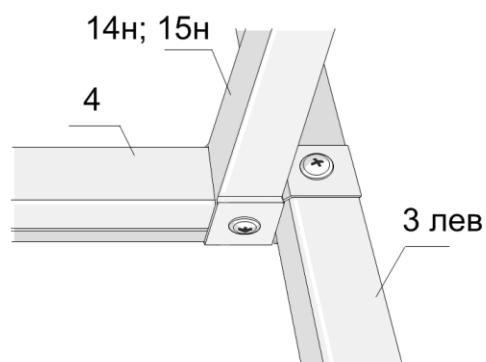

Рис. 12
3.8.2. Положите каркас торца на ровный участок, наружной стороной вниз. К нижней обвязке торца № 4 и № 5 присоедините нижние стрингера № 14н (см. рис. 12).